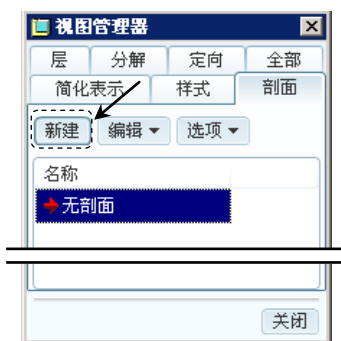
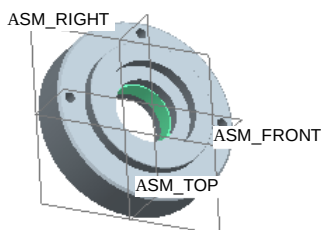

图 3.2.24 “剖面”选项卡
图 3.2.25 选取剖切平面
Step3. 输入截面名称。在图 3.2.24 所示的 **剖面** 选项卡中, 单击 **新建** 按钮, 采用系统默认的名称, 并按 Enter 键。
(1) 在 **▼ SETUP PLANE (设置平面)** 菜单中选择 **Plane (平面)** 命令。
(2) 在系统 **选取或创建装配基准** 的提示下, 选取图 3.2.25 所示的装配基准平面 ASM_TOP。